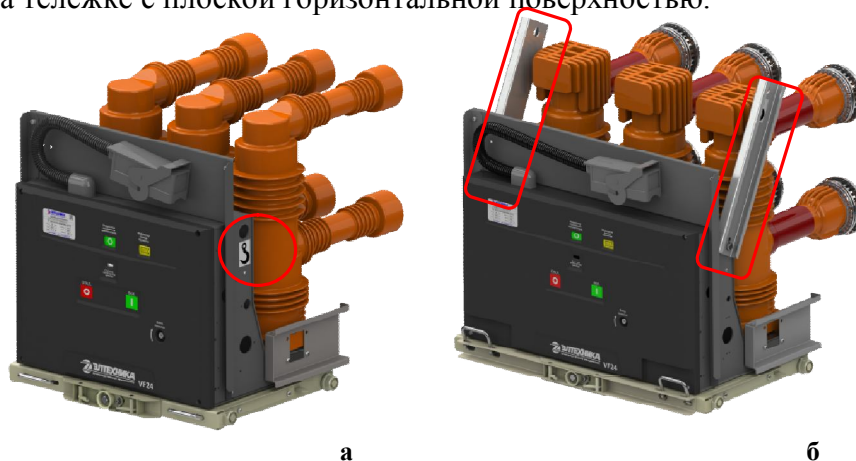

Рис. 22 Расположение приспособлений для подъема выключателя: а – для выключателей на ток до 2500 А (с обеих сторон), б – для выключателей на ток 2500 и 3150 А
– транспортирование выключателя вне заводской упаковки допускается только внутри помещений при помощи подъемного механизма с зацепом согласно рис. 22. Также допускается транспортирование выключателя на тележке с плоской горизонтальной поверхностью.